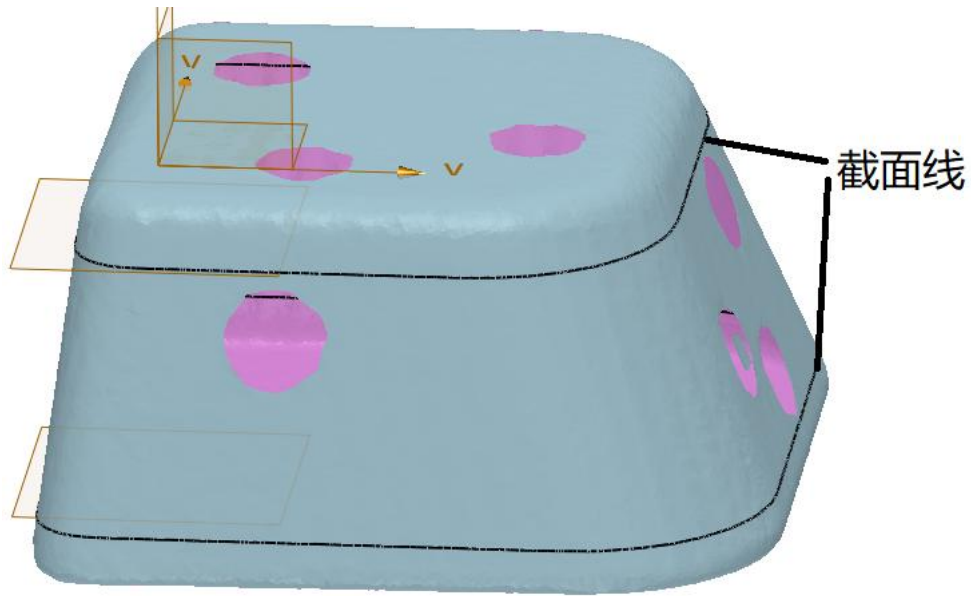

图 11-3 绘制截面线
(2) 对 XY 基准面进行偏移, 用偏移后的基准面绘制截面线。如图 11-3 所示。